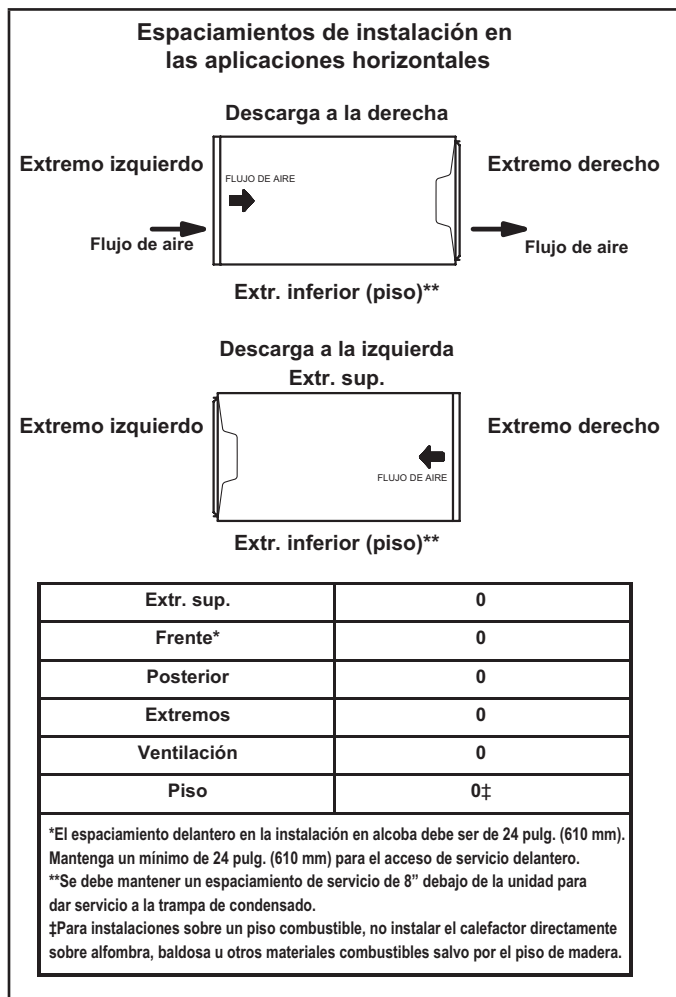

Figura 17
El calefactor ML196UHE se puede instalar en aplicaciones horizontales con descarga de aire a la derecha o a la izquierda. Consultar la Figura 17 con respecto a los espaciamientos en las aplicaciones horizontales.
- 1 - Seleccione la ubicación de la unidad teniendo en cuenta el espaciamiento de servicio y otros espaciamientos necesarios. Ver la Figura 17.